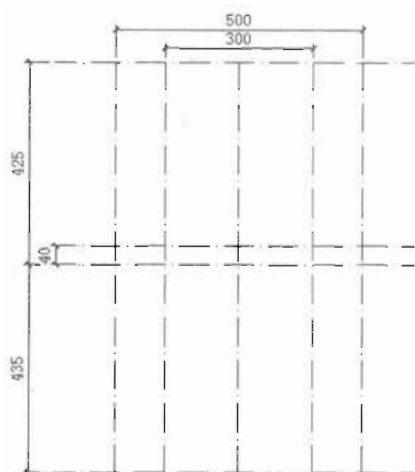

图 10-161
(2) 单击“修改”工具栏中的“偏移”按钮, 根据柜子的长宽高偏移复制辅助线, 如图 10-161 所示。